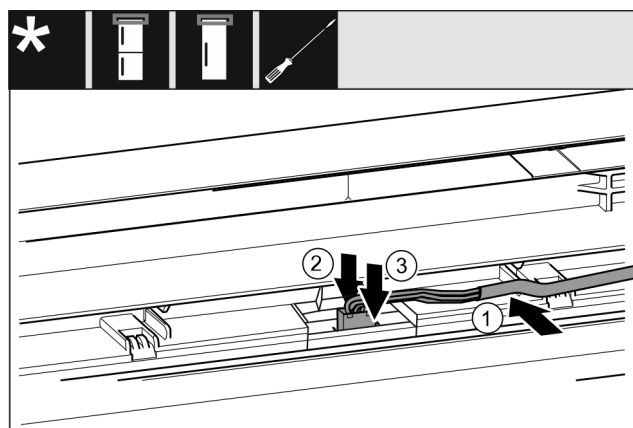

Fig. 58 Kombinace chladničky s mrazničkou / mrazničky / chladničky
- Kabel Fig. 58 (1) vložte do vedení v horních dvířkách.
- Západku Fig. 58 (2) zatlačte dozadu.
- Zaklapněte zástrčku Fig. 58 (3).